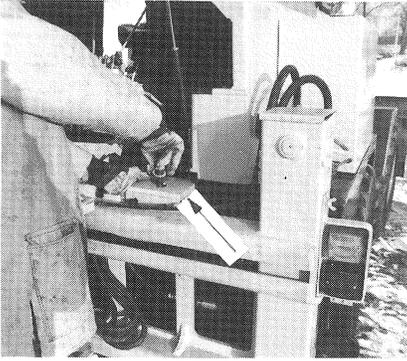

FIG. 30
- 4 - Lancer le moteur de la chargeuse et corriger la position de la pelle à l'aide de la commande hydraulique de telle manière que les pattes de blocage se laissent mettre en place très aisément fig. 30/ flèche.